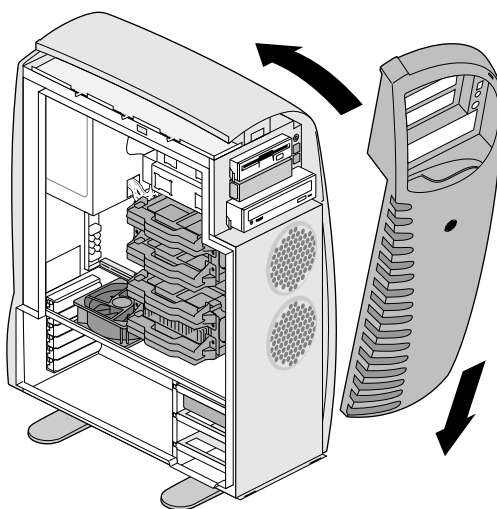

Figura 2-7 Recolocando a tampa frontal
1. Recoloque a tampa frontal encaixando as lingüetas da tampa nos slots, no entalhe da parte inferior do chassi, como mostrado na Figura 2-7.